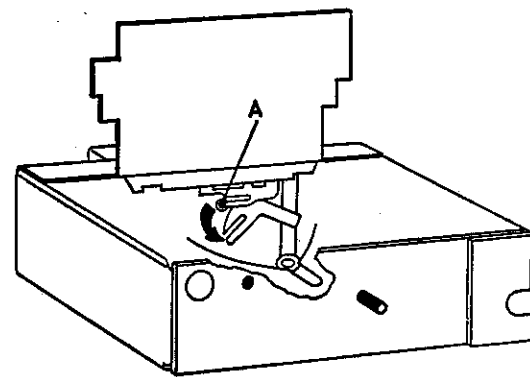

Fig. 5
5.12 Beim Zusammenbau unbedingt darauf achten, daß der Bolzen "A", Fig. 5 in die Führung des Skalenzeigers und der Wellenschalter H 2 in den Mitnehmer einrastet.
5.12 During assembly, it is very important to observe that bolt "A" fig. 5 will grasp in dial pointer guiding and switch H 2 in driver.